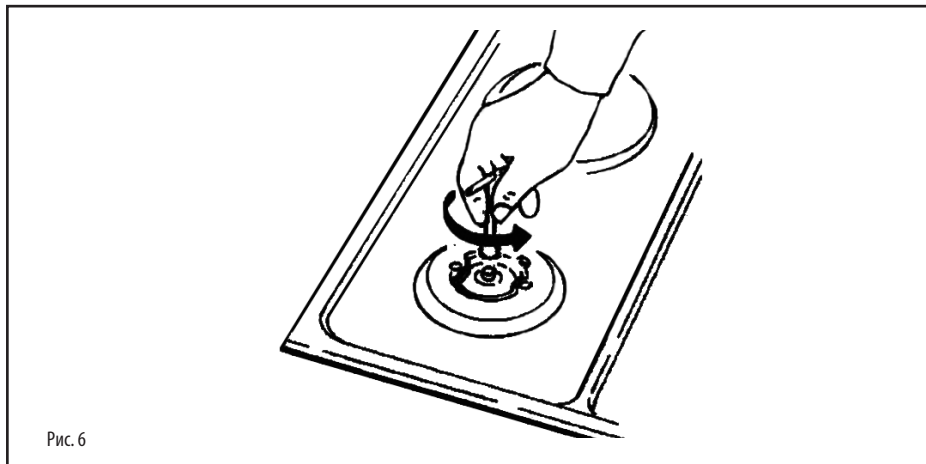

Рис. 6
(Рис. 6) Если варочная панель настроена на тип газа, отличный от имеющегося, следует произвести:
- замену инжекторов (Рис. 6) на соответствующие используемому типу газа(см.таблицу "Характеристики инжекторов").